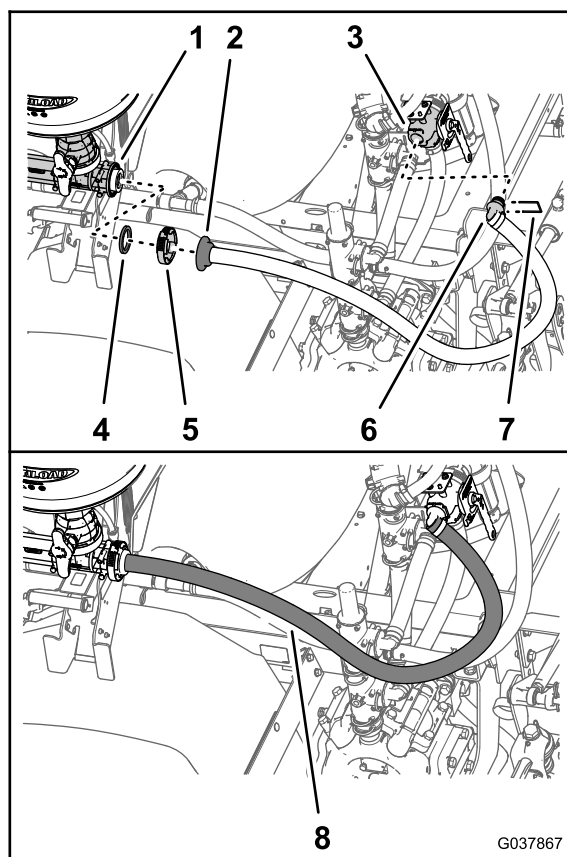

图72
2. 使用随切断阀提供的卡环将 90° 接头固定到清洁加药器供水软管上 图72。
3. 将在 从清洁加药器上卸下供水软管 (页码 16) 中卸下的清洁加药器供水软管直通宝塔接头的法兰和垫片与清洁加药器入口的法兰对齐 图72。
4. 使用在步骤 从清洁加药器上卸下供水软管 (页码 16) 中保留的法兰夹具将直通宝塔接头和垫片固定到清洁加药器上 图72。
1. 将清洁加药器供水软管 2.5 x 156.5cm 的 90° 接头装入清洁加药器切断阀的左端口 图72。